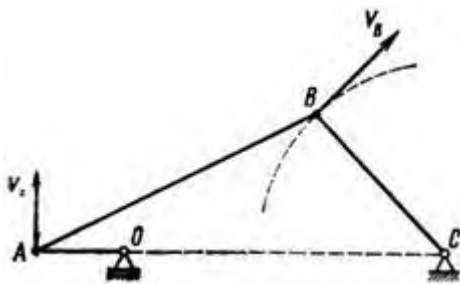

Рисунок 24
3. В четырехзвенном механизме OABC (рис. 24) точка A движется по круговой траектории радиусом  $OA = 0,15$  м, а точка B – по дуге радиусом  $BC = 0,3$  м,  $OC = 0,5$  м. Определить для данного положения механизма скорость точки B, если  $v_A = 4,55$  м/с.